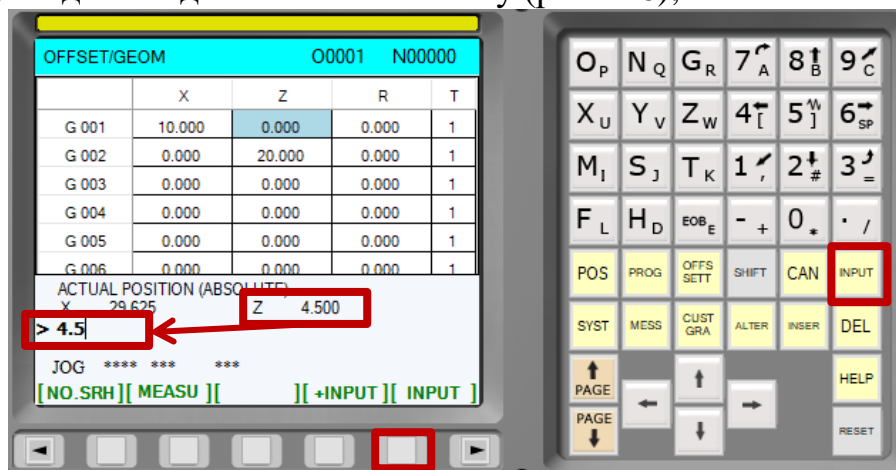

Рис.116. Поле «Z» и кнопки «INPUT»
8. Ввести текущее значение **абсолютных** координат по Z и нажать «INPUT» для ввода значения в ячейку (рис.116);